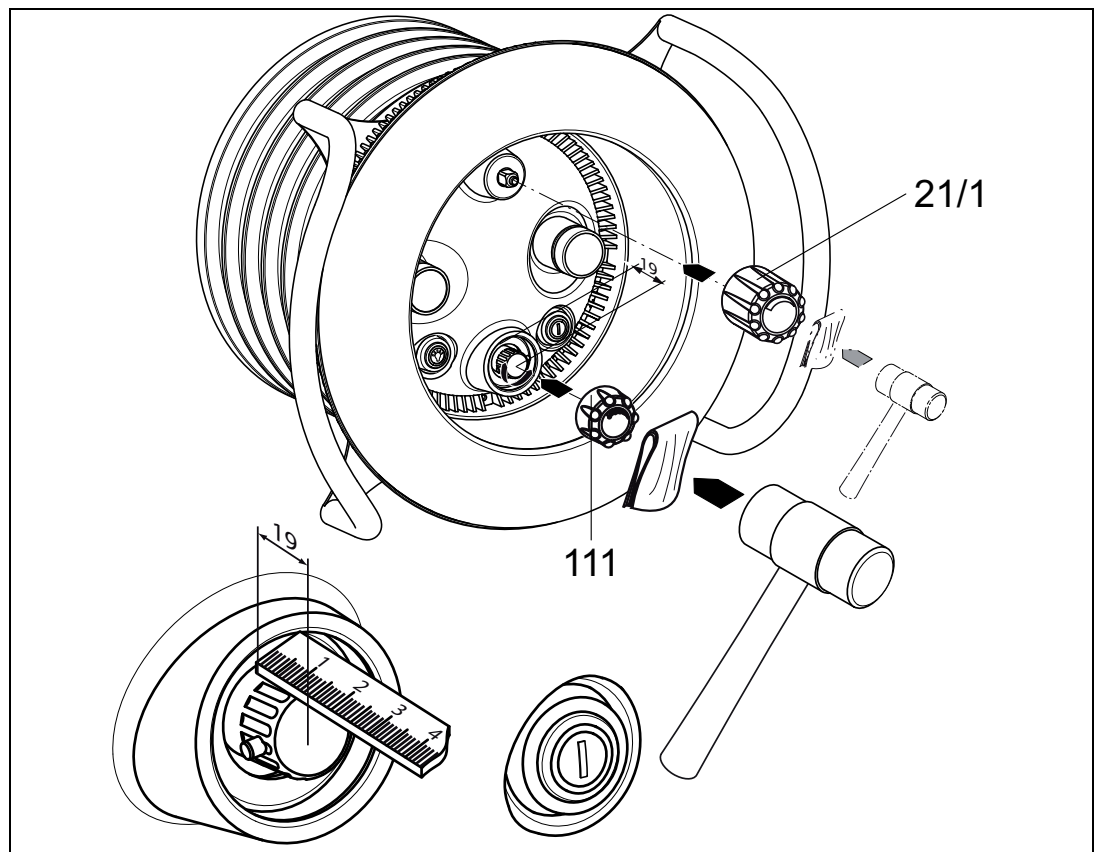

Fig. 13
12. Asegurar el casquete para regulación de cantidades (21/1) y regulación del aire (111) con ayuda de un martillo de goma y un paño de protección (*Fig. 13*).